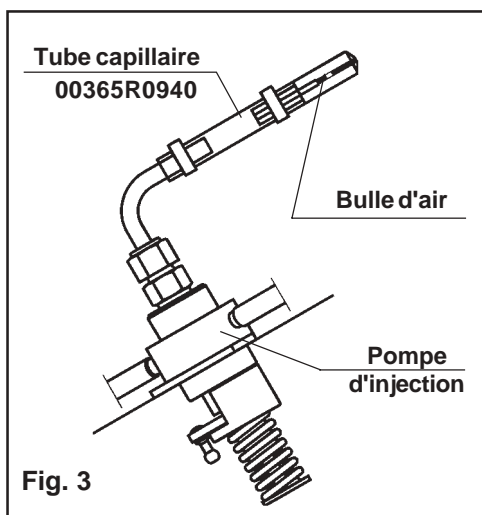

Fig. 3
8. Enlever le tube d'injection et monter le tube capillaire code **00365R0940** sur le raccord de refoulement de la pompe d'injection (fig. 3).
13. Secouer le tube capillaire jusqu'à ce qu'une bulle d'air se forme à l'intérieur (fig. 3).